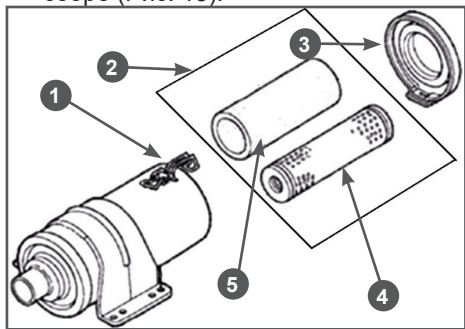

Рис. 15 Обслуживание воздушного фильтра
1. Отстегните защелку 1 и снимите крышку 3 воздушного фильтра (Рис. 15).
2. Извлеките воздушный фильтр 2 в сборе (Рис. 15).
бумажного (основного) фильтрующего элемента 4 (Рис. 15).